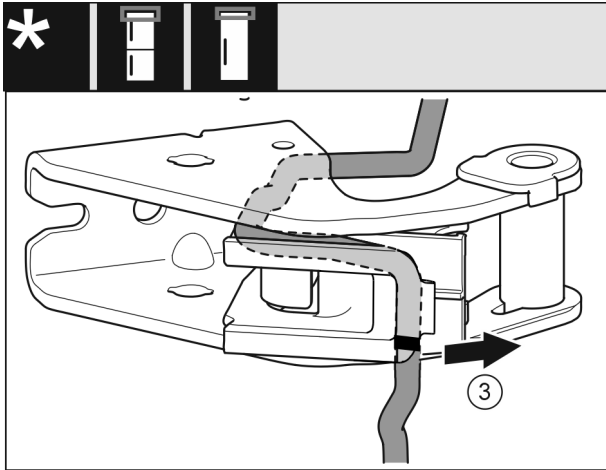

Fig. 27
- Çmontoni kabllon bashkë me mbajtësen e kabllos nga bazamenti mbështetës. Fig. 27 (3)